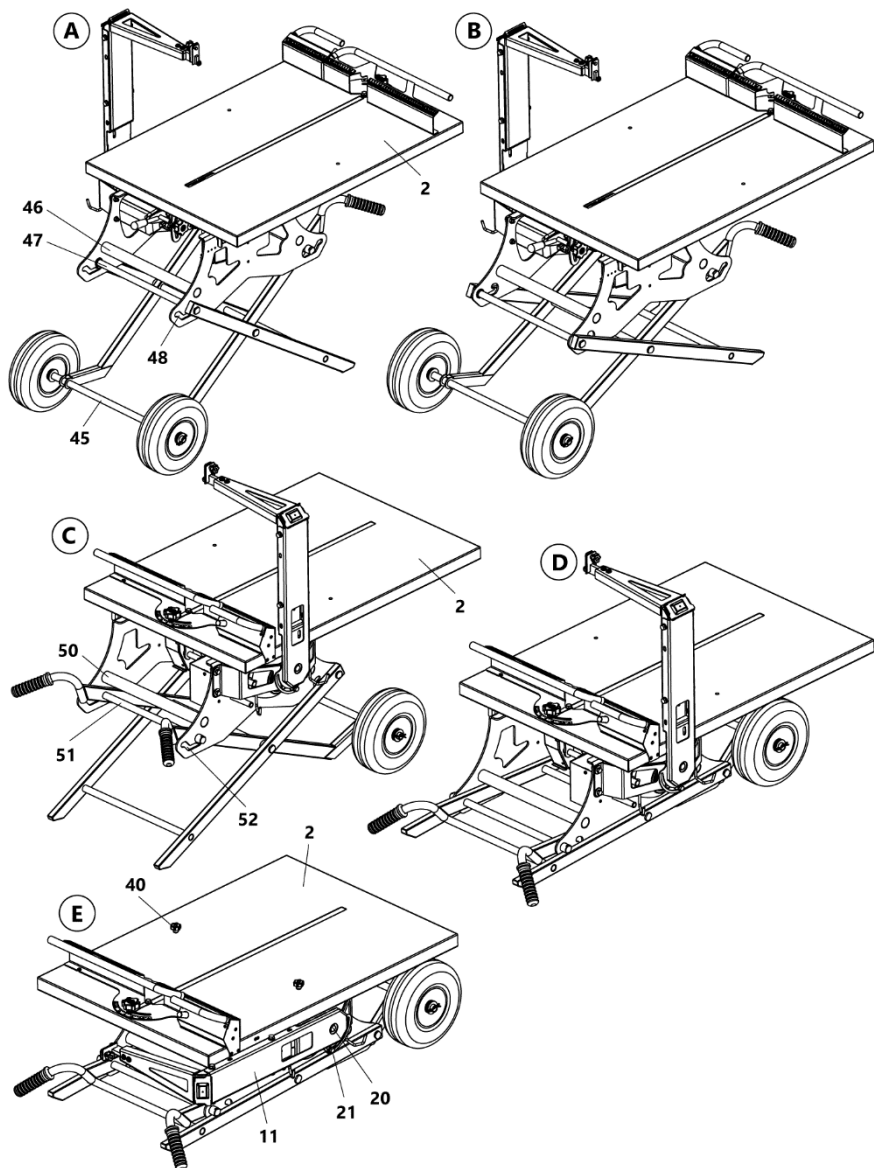

Рисунок 14 Общий вид станка в транспортном положении
- переместите стол 2 в крайнее положение (рис. 14А, В);
- переместите стол 2 в противоположную сторону (рис. 14С, D);
- зафиксируйте стол 2 винтами транспортными 40 (рис. 14Е);